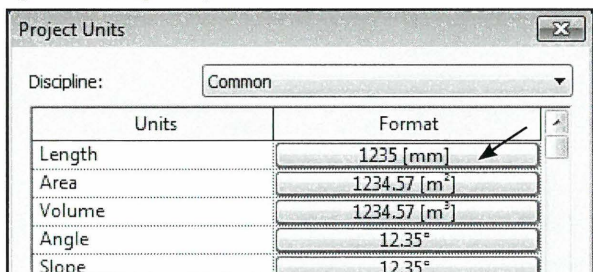

Fig. 02.13. Skift enheder i hver kategori.
- Klik ud for eksempelvis *Length* (Fig. 02.13).
- Gør det samme ud for *Area*, *Volume* osv. (Fig. 02.13).